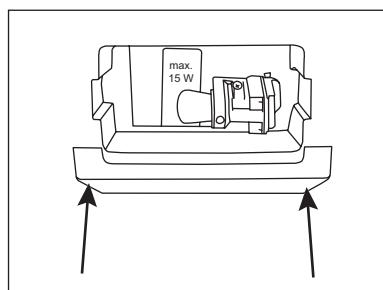

fig. 7
2. Afmonter lysskærmene (fig. 7). Klem lysskærmene sammen, så lysskærmene løsnes fra de to klips.